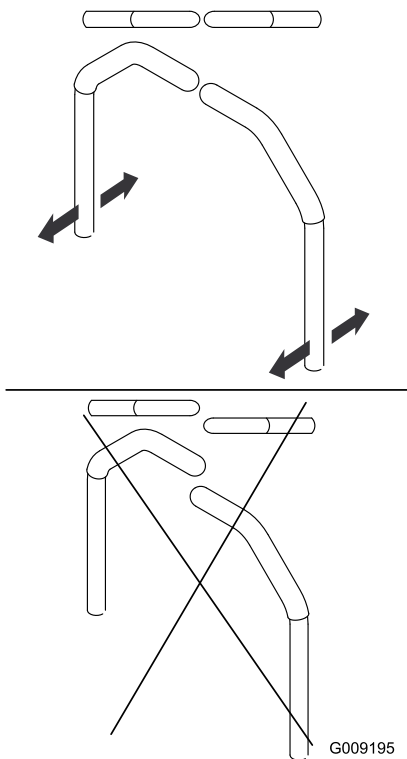

図 61
4. 左右のレバーを両方持ってニュートラル位置に置き、その位置でふたつのレバーどうしを整列させる 図 61。